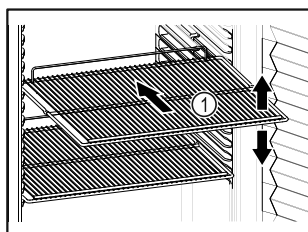

Fig. 57 Primjer izgleda
- ❑ Ako su rešetke za polaganje Fig. 57 (1) pomične, prilagodite ih po visini.